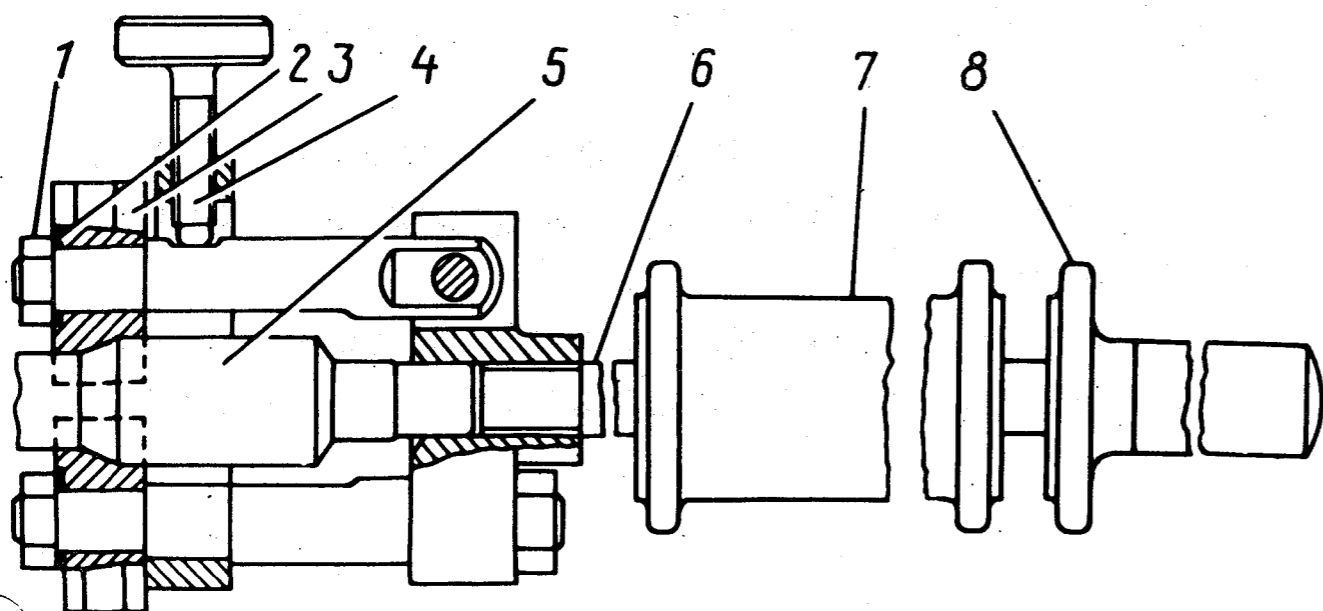

Рис. 102. Демонтаж первичного вала:
- выпрессовать первичный вал в сборе с подшипником и кольцом синхронизатора. Для этого в съемник 7823-6089 ввернуть шпильку 6 (рис. 102) с бойком 7 и ручкой 8 от съемника 7823-6090. Установить губки 3 так, чтобы между ними образовалось отверстие и надеть на первичный вал. Сжать губки винтом 4. Придерживая съемник за ручку 8, ударами бойка 7 выпрессовать вал 5 из коробки передач;